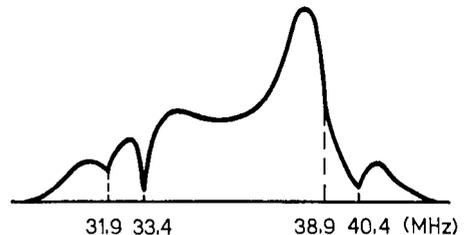

Fig. 3.4.6
- 9) Ritoccare il nucleo della L 204 sino a che il marker della portante video a 38,9 MHz sia circa al 50% sul tratto inclinato della curva (v. fig. 3.4.6).